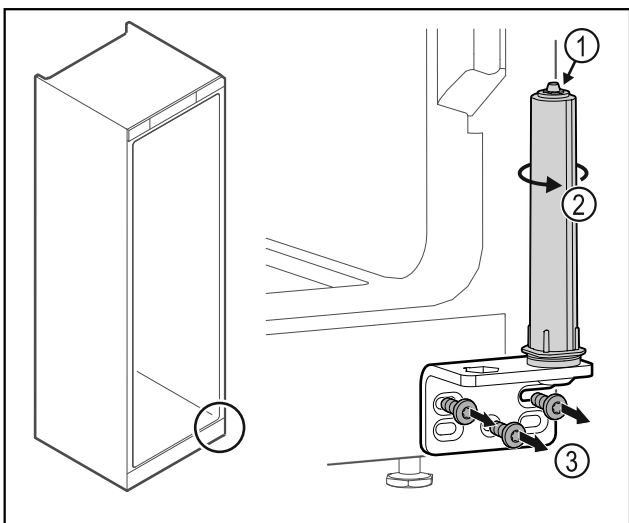

Fig. 31
- ▶ Nerozoberajte systém zatvárania dverí Fig. 31 (1).
- ▶ Otáčajte systém zatvárania Fig. 31 (2), kým nezacvakne.
- ▶ Odskrutkujte uholník závesu Fig. 31 (3).